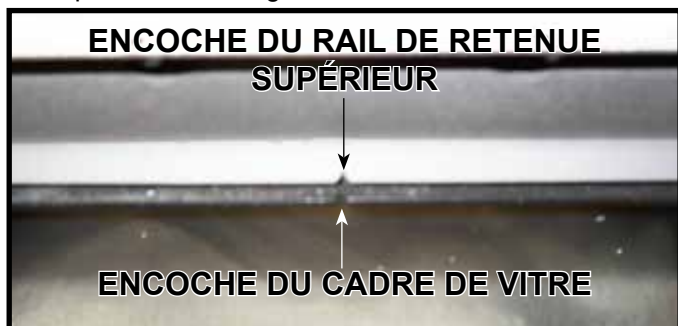

Figure 14.10. Aligned les encoches
3. Centrez l'assemblage de vitre fixe de gauche à droite dans la partie supérieure de l'ouverture de l'appareil. Le cadre de la vitre est équipé de pattes à sa base qui coïncident avec l'emplacement du dispositif inférieur de retenue de la vitre. Le TRUE-36 est équipé de trois pattes et le TRUE-42 ainsi que le TRUE-50 sont équipés de quatre pattes. Si la vitre n'est pas centrée, elle ne peut pas être installée correctement. Alignez l'encoche en haut au centre de l'assemblage du cadre de la vitre avec l'encoche sur le rail de retenue supérieur. Voir la figure 14.10.